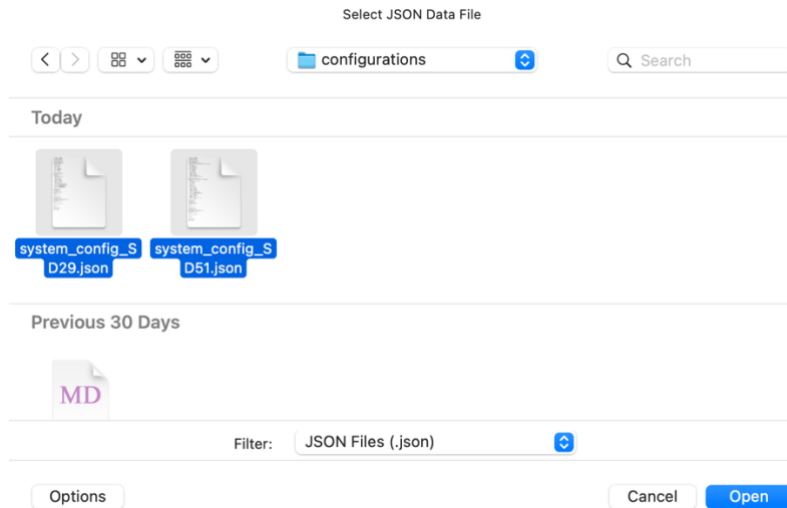

Figura 1.7. Información inicial seleccionada y cargada del tab CEN.
**Paso 1.** Se inicia con la selección de los archivos .JSON de configuración del sistema. Dado que para la planta fotovoltaica de ejemplo se tienen dos archivos, ambos son seleccionados de forma simultánea (Ver Figura 1.7). **Nota:** Es importante tener en cuenta que estos se cargan según el orden alfabético del nombre de los archivos y asimismo son ejecutados.